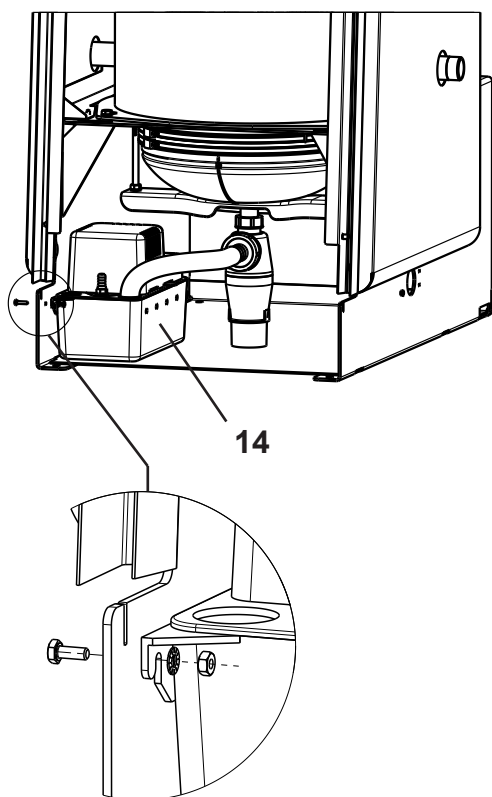

Fig. 18
1. Montez la pompe de refoulement des condensats (14, Fig. 18).